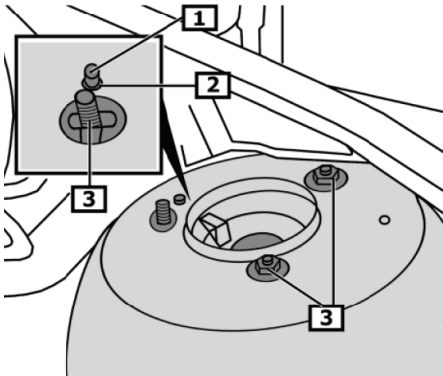
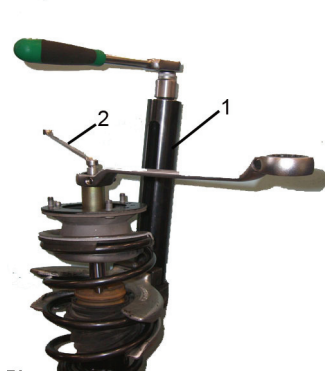

Fig. 4
Fig. 5
- **Fig. 4** Obere Federbeinbefestigung: Bei fehlendem Zentrierbolzen (1) muss die Lage des Domlagers zum Radhaus markiert werden.
- Befestigungsmuttern (3) abschrauben und Federbein entnehmen.
- **Fig. 5** Kolbenstangenmutter mit Spezialwerkzeug entfernen.
- **Fig. 4** Upper suspension spring attachment: If there is no centering pin (1), the position of the dome bearing with respect to the wheelhouse must be marked.
- Unscrew fastening nuts (3) and remove suspension strut.
- **Fig. 5** Use special tool to remove piston rod nut.
- **Fig. 4** Fixation supérieure de jambe de force : en cas d'absence de boulon de centrage (1), marquer le positionnement du palier de barre antirapprochement par rapport à l'arche de roue.
- Dévisser les écrous de fixation (3) et enlever la jambe de force.
- **Fig. 5** Enlever l'écrou de la tige de piston avec un outil spécial.
- **Fig. 4** Sujeción superior del amortiguador: En caso de no disponerse de bulón de centrado (1), será necesario marcar las posición del cojinete de sujeción con respecto al paso de rueda.
- Destornillar las tuercas de sujeción (3) y retirar el amortiguador.
- **Fig. 5** Retirar la tuerca del eje del amortiguador con una herramienta especial.